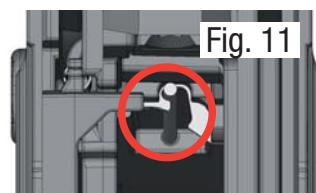

Fig. 11
- Insérez l'arrêtoir de chargeur dans la carcasse, à gauche ou à droite, selon vos besoins. ASSUREZ-VOUS QUE LE RESSORT AIT PRISE DANS L'ARRÊTOIR DE CHARGEUR (fig. 11).